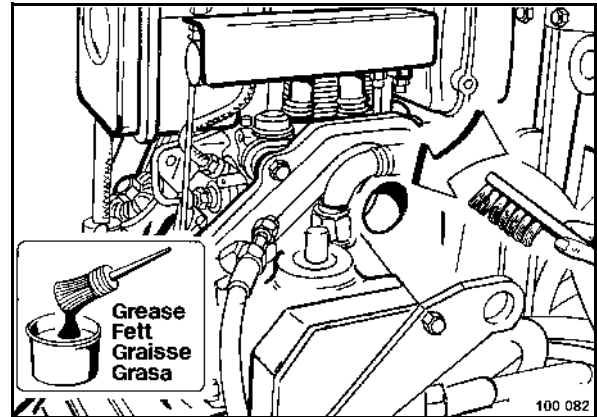

fig. 77
- Nettoyer le guide (fig. 77) et la manivelle, huiler et graisser.